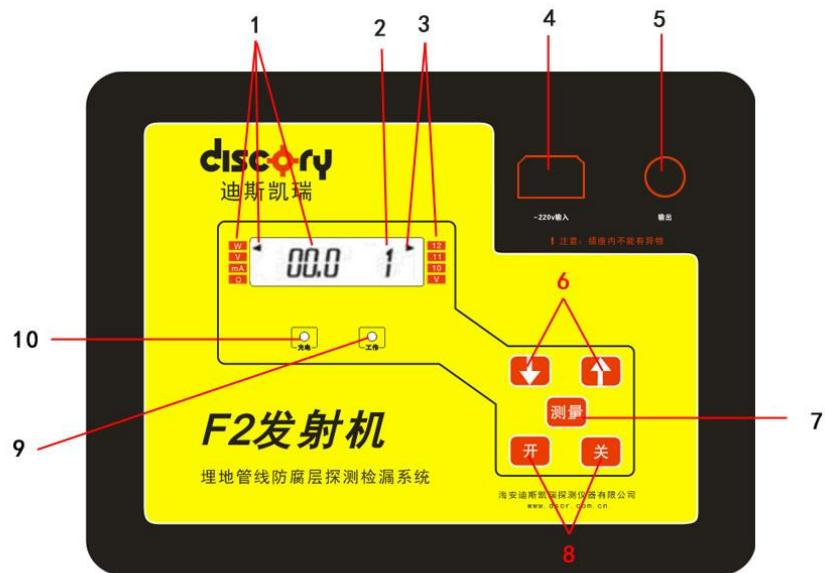

图 1 发射机面板示意图
- 1、**发射机：**发射机用于向地下管道发射某一特定频率的电磁波信号，建立起单线——大地回路的地下管线检测场。其功能示意如图 1 所示。